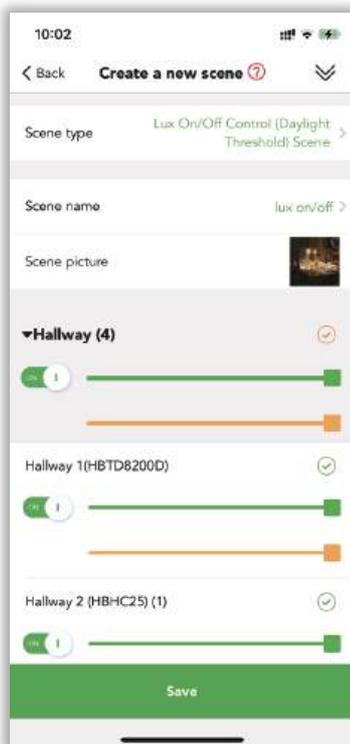

Abbildung 6.5 Erstellen einer Lux-On/Off-Szene
- 1) Erstellen Sie eine Lux Ein/Aus Steuerung (Tageslichtschwelle) Szene (siehe Abbildung 6.5).